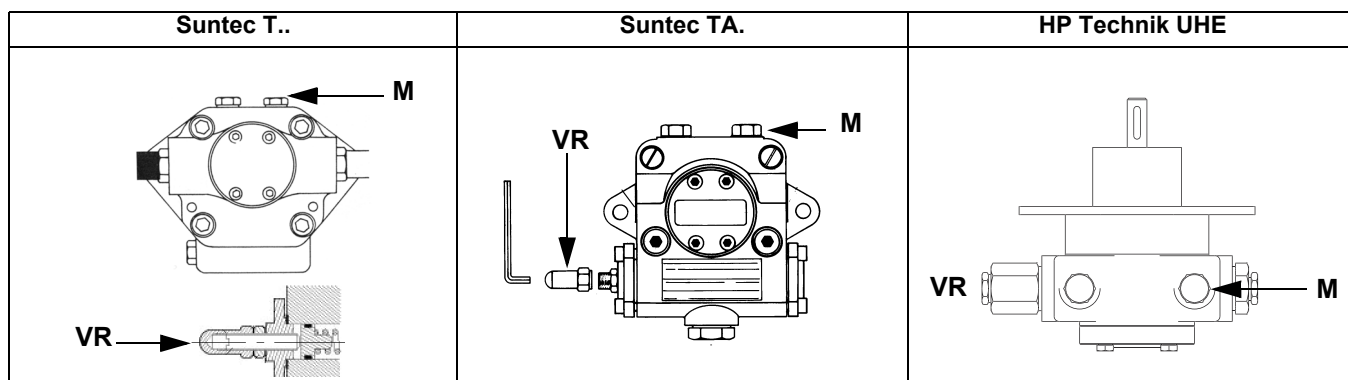

Fig. 8
- 3 sfiatare l'aria dall'attacco (**M**) manometro della pompa (Fig. 8), allentando leggermente il tappo, senza toglierlo; quindi rilasciare il contattore.
- 5 Solo se necessario, regolare la pressione di alimentazione (vedi relativo paragrafo) nel modo seguente: inserire un manometro nella posizione indicata in Fig. 9 agire sulla vite di regolazione **VR** della pompa (vedi Fig. 8) fino ad ottenere una pressione all'ugello pari a 20 bar (ugelli Monarch o ugelli Bergonzo - vedere grafici a pag. 40);